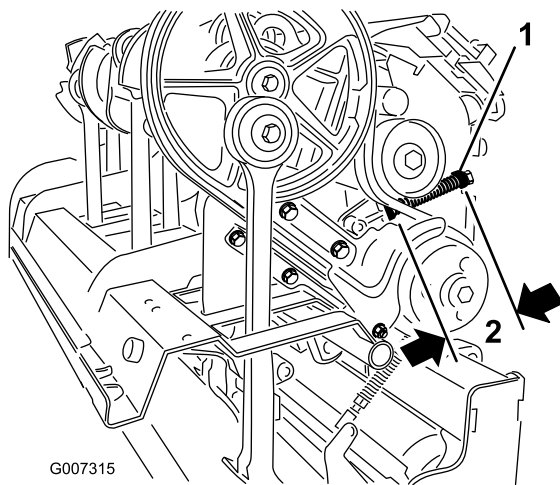

Figura 34
- C. Afloje la contratuerca que sujeta el retenedor del muelle (Figura 34).
- D. Ajuste el retenedor del muelle hasta que la longitud del muelle comprimido sea correcta (Figura 34).